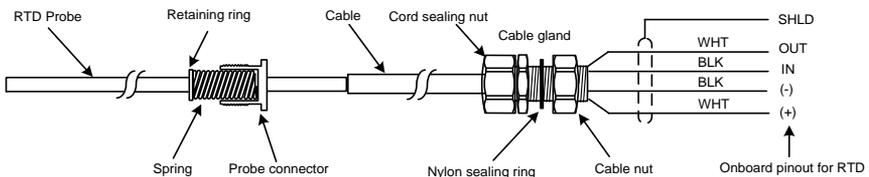
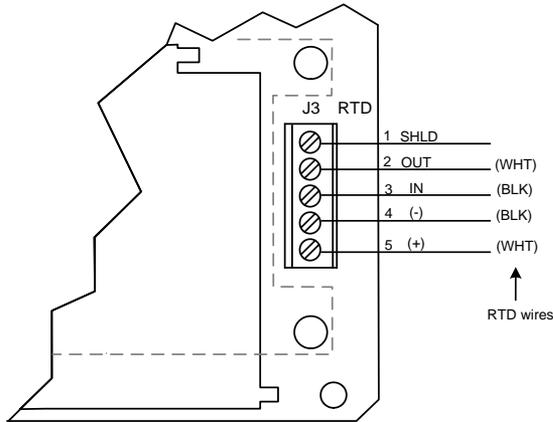

Figura 6: Conector da sonda do RTD
Figura 7: Fiação do sensor do RTD à placa eletrônica do μ FLO^{G5}
2. Usando um alicate de pressão, ajuste o anel de retenção abaixo da mola na sonda (Figura 6). A profundidade da sonda deve ser ajustada para que seja carregada por mola contra o fundo da cápsula termométrica.
6. Conecte o cabo do sensor do RTD ao bloco de terminais J3 usando os fios identificados na Figura 6, *Conector da sonda* do RTD, e as pinagens identificadas na Figura 7.
- d. Solte os parafusos dos pinos 1 a 5, insira os fios correspondentes conforme identificados na Figura 7 e aperte cuidadosamente.